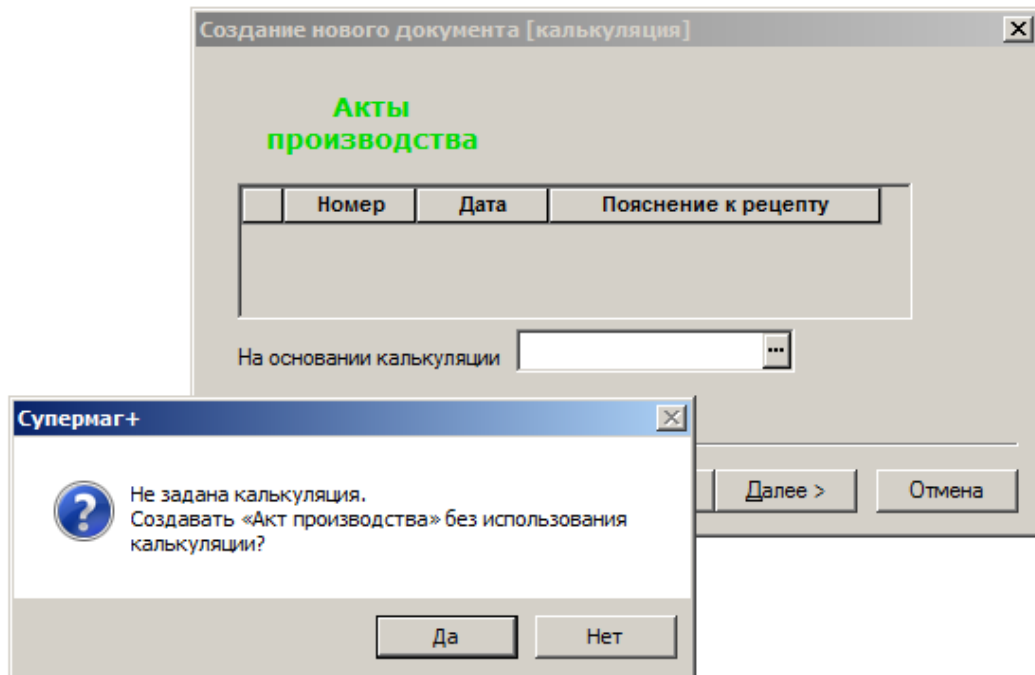

Рисунок 61 – Создание акта производства (4-а)
5. Если **Акт производства** создается не на основании **Калькуляции**, в окне **Создание нового документа (калькуляция)** необходимо нажать кнопку **Далее** и в появившемся окне нажать на кнопку **Да** (Рисунок 61):